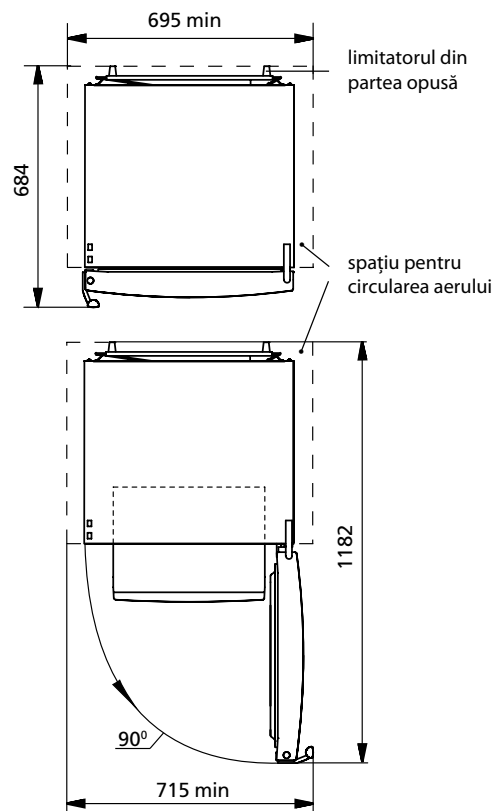

Figura 2 – Congelator (vedere de sus)
1.6 Spațiul total necesar pentru funcționarea congelatorului este determinat de dimensiunile de gabarit prezentate în figura 2 în milimetri. Pentru extragerea liberă a componentelor din congelator este necesar de deschis ușa la un unghi de cel puțin 90 °C. Designul congelatorului oferă unghiul maxim de deschidere a ușii – de 110°. Pentru a preveni deteriorarea congelatorului **NU APLICAȚI FORȚĂ EXCESIVĂ** pentru a deschide ușa la un unghi mai mare de 110°.